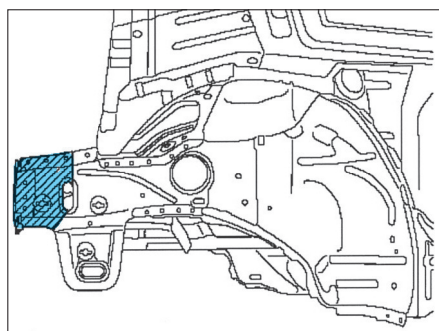

FIG. 7
- Couper le longeron en tenant compte de la longueur de la pièce neuve (Fig.7).